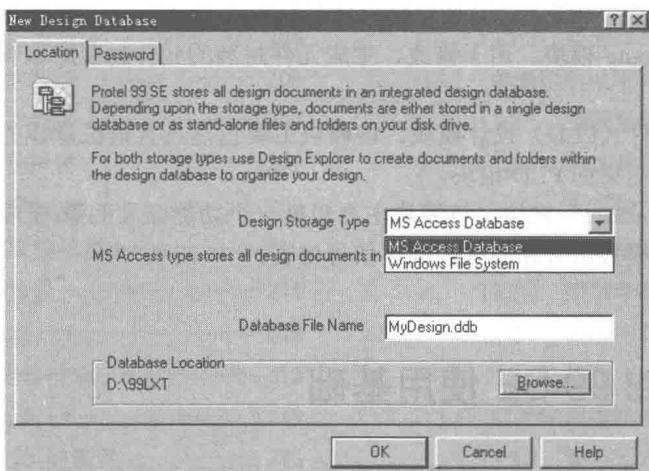
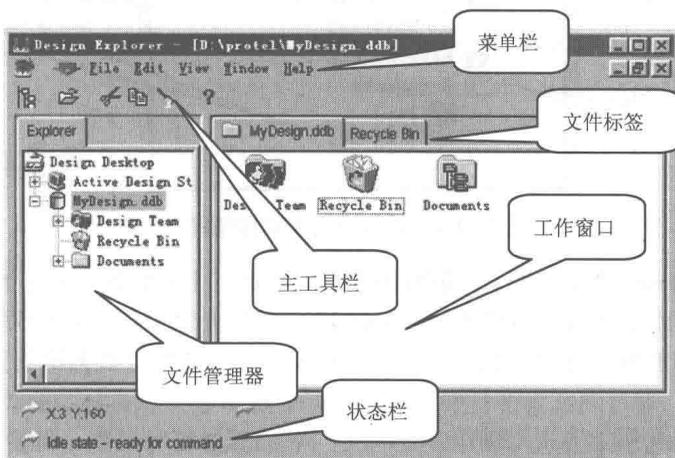
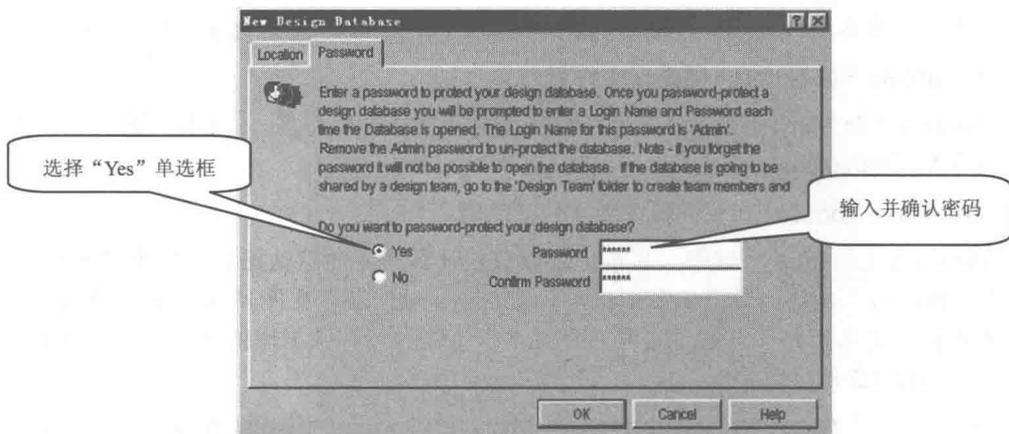
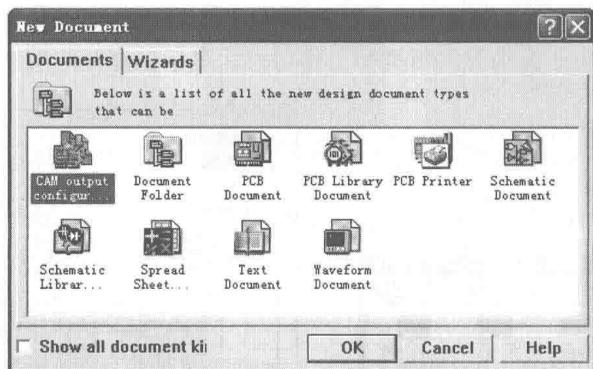

图 1.3 “New Design Database (新建设计数据库)”对话框
图 1.5 设计数据库设计环境
图 1.6 设计数据库文件的密码设置
图 1.19 “New Document（新建文件）”对话框
在设计环境中，执行菜单命令 File | New，系统将弹出如图 1.3 所示的“New Design Database (新建设计数据库)”对话框。
系统在默认状态下, 选择 MS Access Database 类型, 此时在如图 1.3 所示的对话框中有 Location 和 Password 两个选项卡; 如果设计者选择 Windows File System 类型, 则没有 Password 选项卡。
在 Database Location 区域中，显示出保存该设计数据库的默认路径。如果要改变默认的路径，单击“Browse”按钮，弹出如图 1.4 所示的“Save As (保存文件)”对话框。单击“保存在”下拉列表框按钮来选择路径；在“文件名”文本框中输入设计数据库的名称；最后单击“保存”按钮，返回如图 1.3 所示对话框。
如果不需要设立密码，单击图 1.3 中的“OK”按钮，一个设计数据库文件就建立了，如图 1.5 所示。
在图 1.3 中单击 Password 选项卡，如图 1.6 所示。选择“Yes”单选框，可在“Password”文本框中输入所设置的密码，然后在“Confirm Password (确认密码)”文本框中再次输入设置的密码，最后，单击“OK”按钮，完成设计数据库文件设置密码的操作。
(3) 如果对设计数据库设置了密码, 则系统弹出如图 1.9 所示的对话框, 输入用户名和用户密码。在“Name”文本框中输入 admin (系统管理员), 在“Password”文本框中输入密码, 则该设计数据库文件被打开。打开设计数据库后的设计环境如图 1.5 所示。
建立或打开一个设计数据库的界面如图 1.5 所示。它包括标题栏、菜单栏、工具栏、文件管理器、工作窗口和状态栏, 标题栏在本处不进行介绍, 其他各项所包含的内容分别如下。
(1) 新建文件或文件夹的操作步骤。下面，我们在一个新建的设计数据库文件下建立文件或文件夹，操作步骤如下。
① 打开相应的设计数据库文件，如图 1.5 所示。
② 在图 1.5 中左边的文件管理器窗口内，用鼠标左键单击设计数据库文件名前的“+”，或双击该设计数据库文件名展开目录树，可以看到在目录树中包括 Design Team、Recycle Bin（回收站）和 Documents 文件夹。
③ 在文件管理器中用鼠标左键单击 Documents 文件夹，使其在工作窗口打开，若发现里面是空的，说明没有建立任何文件（Documents 文件夹名称前既无“+”也无“-”，就说明该文件夹下无任何文件）。
④ 在工作窗口空白处单击鼠标右键，在弹出的快捷菜单中选择 New，或执行菜单命令 File|New，弹出如图 1.19 所示的“New Document（新建文件）”对话框。在该对话框中选择对
（2）文件类型。如图 1.19 所示的文件类型图标共有十个，代表了不同的文件类型。表 1.2 中给出了各图标所代表的文件类型。